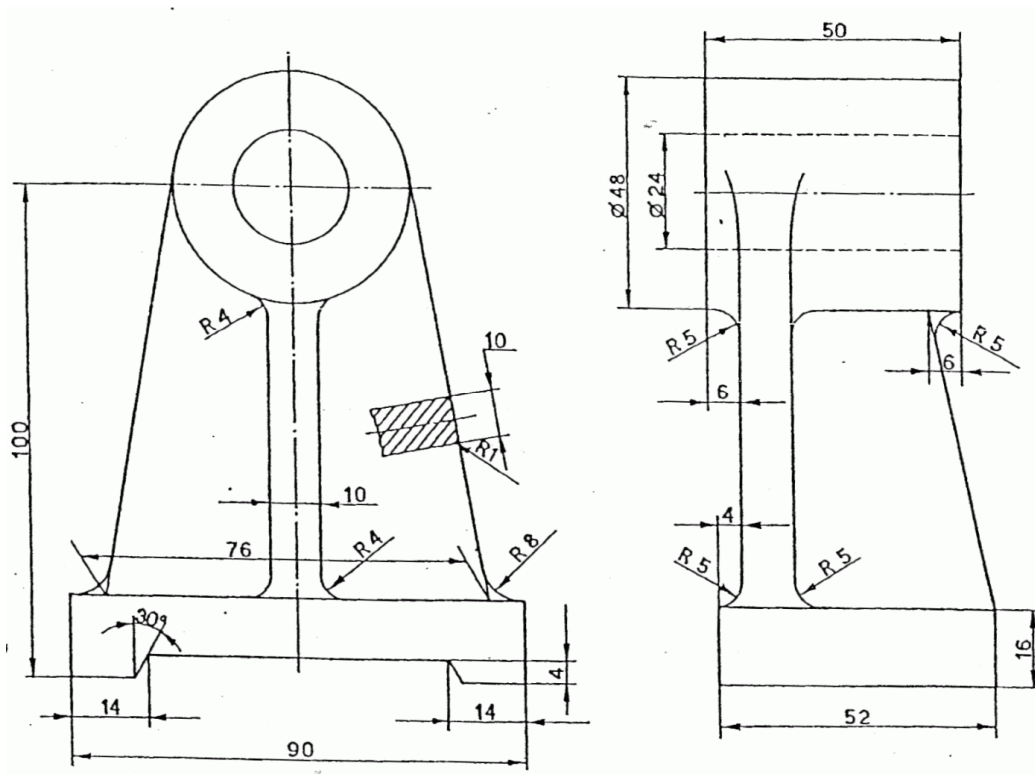

Figura 1
Esercizio. Assegnato il particolare rappresentato nella Figura 1 sottostante, del quale sono date le proiezioni ortogonali con la vista anteriore e la vista da sinistra, si richiede di disegnare:
- Considerare le quote riportate nella Figura 1 e disegnare in Scala 1:1